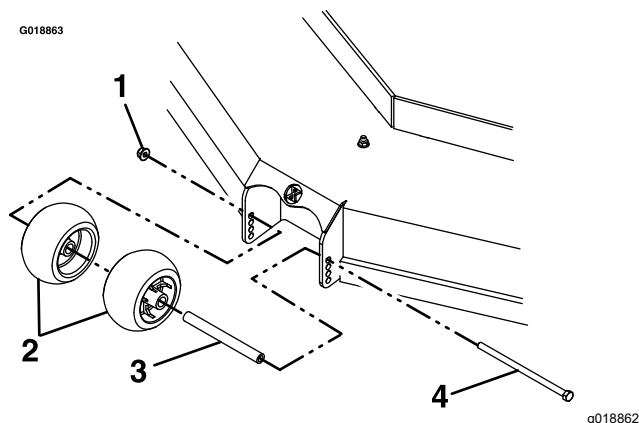

Figure 30
4. Après avoir réglé la hauteur de coupe, réglez les galets anti-scalp en retirant les fixations (Figure 30).
6. Serrez le contre-écrou ($\frac{3}{8}$ po) à un couple de 41 à 47 N·m (30 à 35 pi-lb), comme montré à la Figure 30.